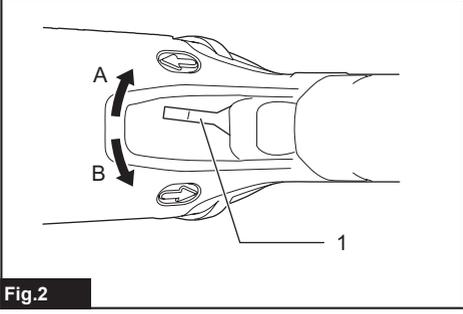

Fig.2
► **Fig. 2:** 1. Leva del commutatore di inversione della rotazione